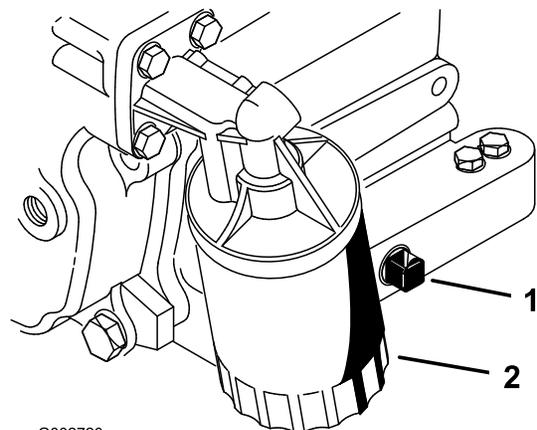

Figure 26
2. Retirez le bouchon de vidange (Figure 26) et laissez couler l'huile dans un bac de vidange. Remettez le bouchon quand la vidange est terminée.
- Déposez le filtre à huile (Figure 26).